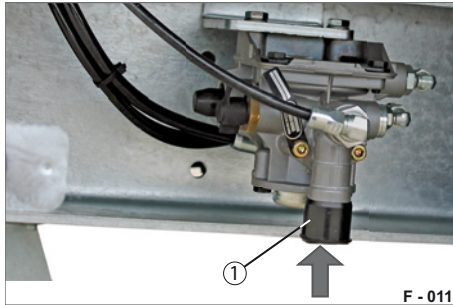

Abb. 14 Betriebsbremse lösen
- ▶ Drücken Sie das Löseventil (Abb. 14/1).